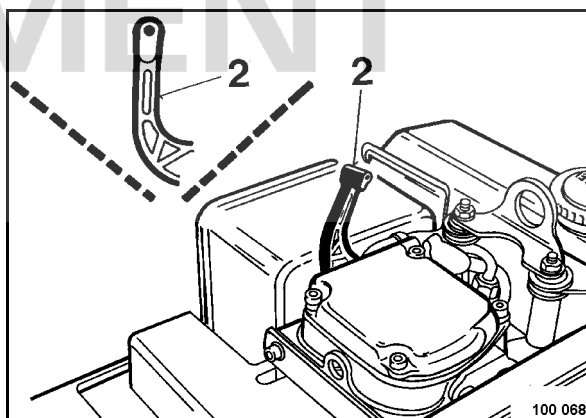

fig. 18
Le levier de décompression (2) (fig. 18) est à nouveau sur sa position initiale après le 5ème tour de manivelle.